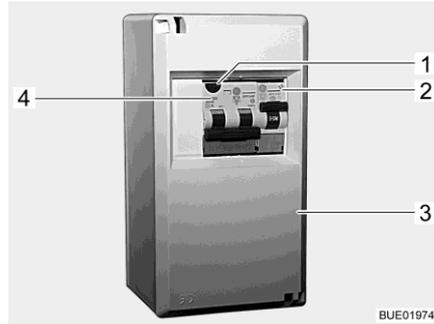
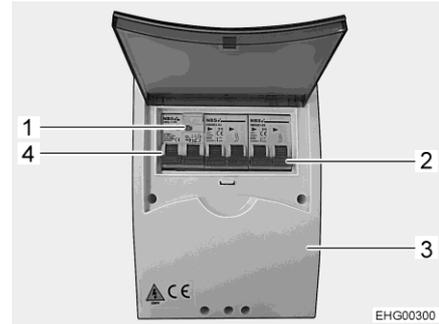

Bild 205 230-V-Sicherungskasten
Bild 206 230-V-Sicherungskasten (Variante)
- Die Leitungsschutzschalter (Bild 205,2, Bild 205,4 oder Bild 206,2, Bild 206,4) im Sicherungskasten (Bild 205,3 oder Bild 206,3) ausschalten.
- Wenn das Fahrzeug an die 230-V-Versorgung angeschlossen ist, die Prüftaste (Bild 205,1 oder Bild 206,1) des kombinierten Fehlerstrom-/Leitungsschutzschalters (Bild 205,4 oder Bild 206,4) im Sicherungskasten (Bild 205,3 oder Bild 206,3) drücken. Der Fehlerstrom-Schutzschalter muss auslösen.